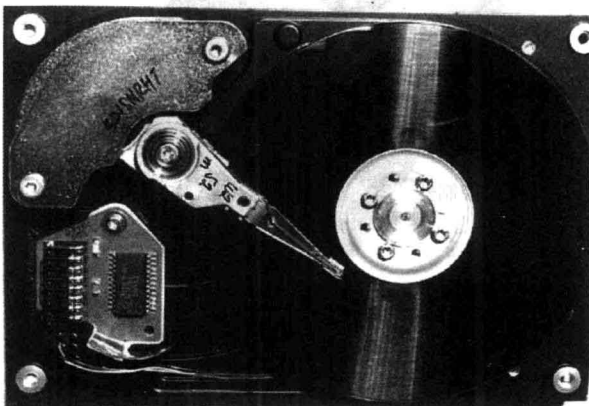

图 1-6 磁头组件
(4)盘片。盘片是硬盘的核心组件之一,不同的硬盘可能有不同的盘片数量。盘片是在铝合金或玻璃基底上涂敷很薄的磁性材料、保护材料和润滑材料等多种不同功能的材料层加工而成的,其中磁性材料的物理性能和磁层结构直接影响着数据的存储密度和所存储数据的稳定性。所有数据都是存储在盘片上的,为了提高存储密度,防止超顺磁效应^①的发生,各相关机构进行了大量的研究工作,不断改进磁层的物理性能和磁层结构。磁记录层的记录方式也由以前的纵向磁记录发展到现在的垂直磁记录。
(5)磁头。磁头也是硬盘的核心组件(见图1-6),磁头的性能对硬盘的数据存储密度和内部传输率具有很大的影响。